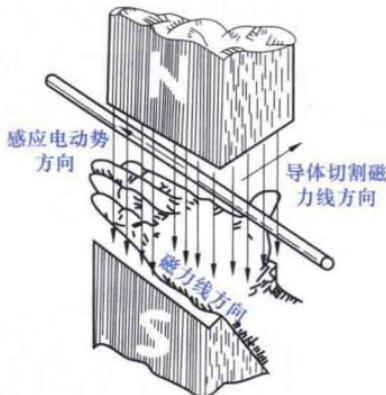

图 1-7 右手定则
(16) 右手定则——当导体与磁场作相对运动，即导体切割磁力线时，导体内会产生感应电动势。感应电动势的方向由右手定则确定，即张开右手，使拇指和其余四指垂直，让磁力线垂直穿过手心，拇指指向导体运动的方向，即导体切割磁力线的方向，则四指所指的方向就是感应电动势的方向。如图 1-7 所示。